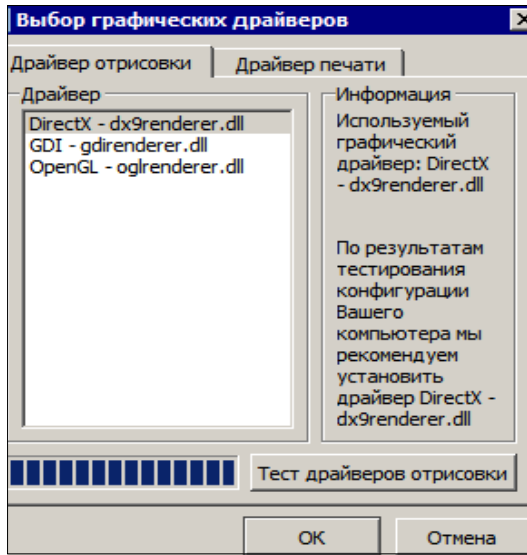

Рис. 5.11
- Если оптимальный для данной конфигурации компьютера драйвер нужно определить автоматически – нажмите кнопку **Тест драйверов отрисовки** (рис. 5.11).
- После тестирования информация о рекомендуемом драйвере отобразится в области **Информация** (рис. 5.11).
выбор, то после его прохождения появляется информация о рекомендуемом для установки драйвере (рис. 5.11).